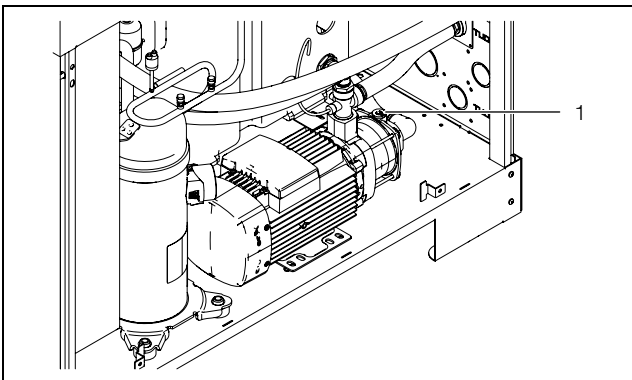

Imagen 13: Purgado de la bomba del medio refrigerante
- Purgue la bomba del medio refrigerante (en reposo) abriendo el tornillo de purga (imagen 13, pos. 1).